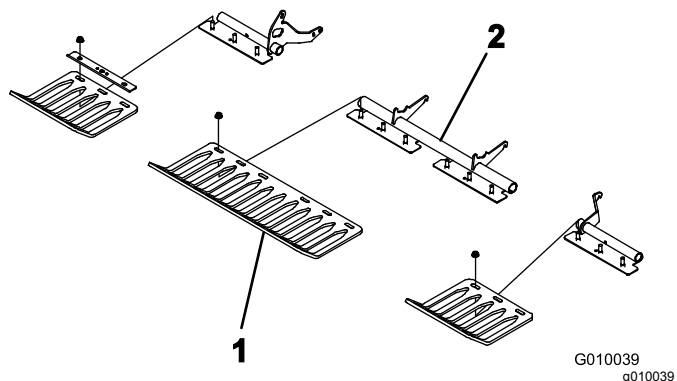

Figure 24
4. Montez les protège-gazon sur leurs supports au moyen de 4 dispositifs de fixation et 12 écrous à embase (Figure 24). Ne serrez pas les fixations.
Remarque: Les dispositifs de fixation et les écrous à embase des protège-gazon sont fixés aux supports de protège-gazon pour l'expédition (Figure 24).